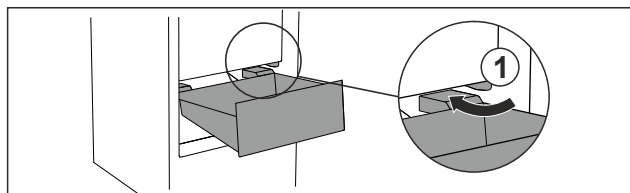

Fig. 65
- ▶ Zásuvku ved'te šikmo podél zarážek Fig. 65 (1).